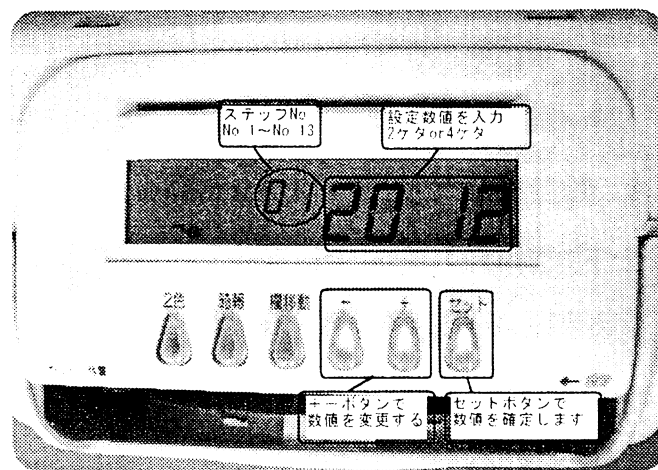

図7：設定画面
～次に図7のような液晶表示となり、ステップNo.01が点滅します。～
- ①上カバーを開ける。操作手順  参照 (P.4)
- ② 設定スイッチを右 (通常) から左 (設定) にスライドさせます。操作手順  参照 (P.4)
- ③P.4 図7で点滅しているステップNo. を、下のステップNo. 設定一覧表を参考に、どのステップの設定をするか確認し、そのステップNo. へ移動する。